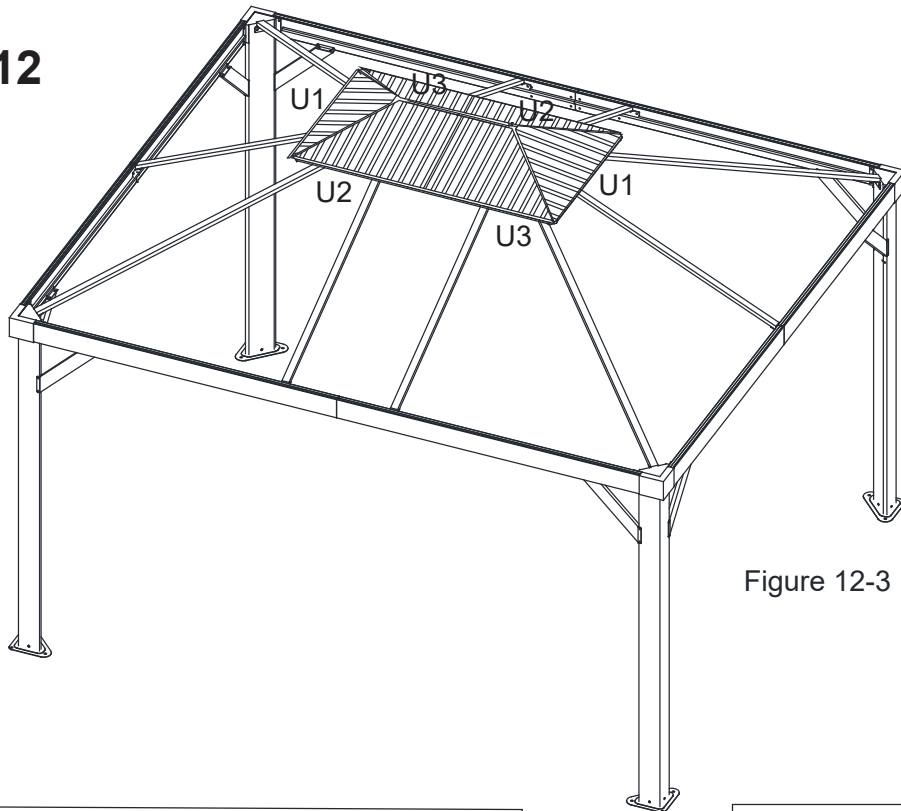

Figure 12-3
12.3. Répéter l'opération pour les côtés opposés. Serrez tous les boulons. Voir la figure 12-3.